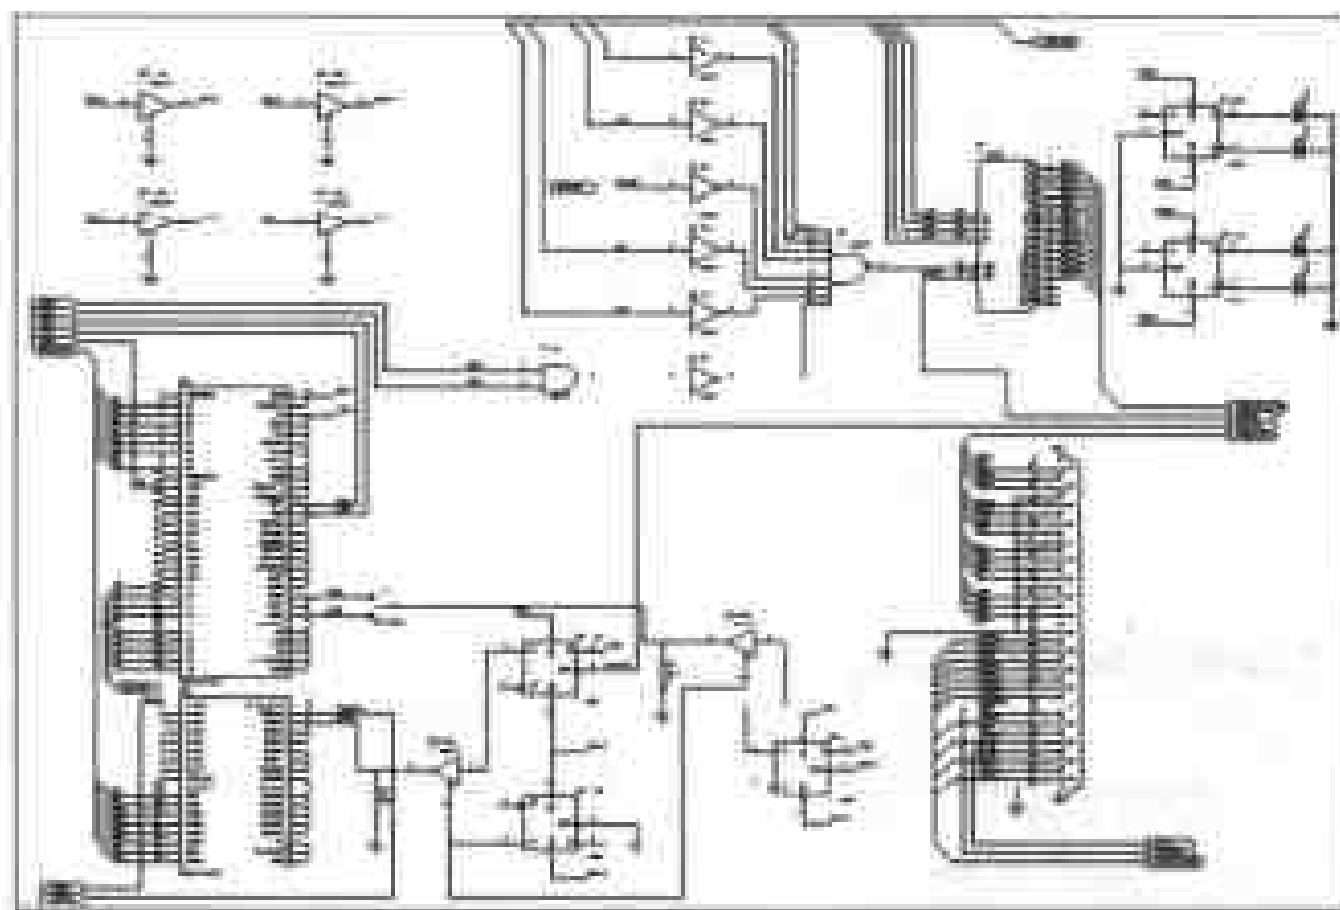

图 4-24 层次原理图子图
如上所述,在图纸中放置元件并设置它们的属性,然后用导线连接元件,设置网络标号,再在图纸中将 I/O 端口放置在适当的位置,绘制总线和总线分支线,将元件引脚、导线与 I/O 端口连接在一起,最终得到如图 4-24 所示的层次原理图子图。
以前面绘制的层次原理图的子图为例(如图4-24所示),产生方块电路的操作方法如下:
(1) 按照前面介绍的绘制层次原理图子图的方法,在图纸中放置元件,设置各个元件的属性,连接导线,并在图纸中设置网络标号和 I/O 端口,得到完整的层次原理图子图,如图4-24所示。